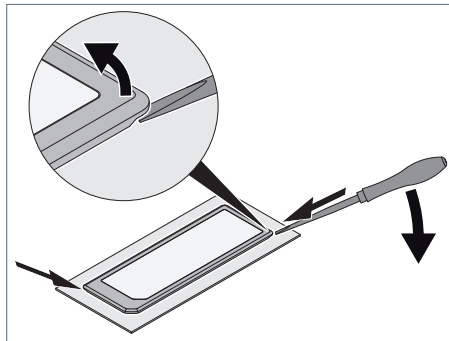

Fig. 6: Estrazione dell'apparecchio d'illuminazione facendo leva.
- ▶ Inserire un cacciavite nella scanalatura frontale ed estrarre l'apparecchio d'illuminazione facendo leva, vedi Fig. 6.